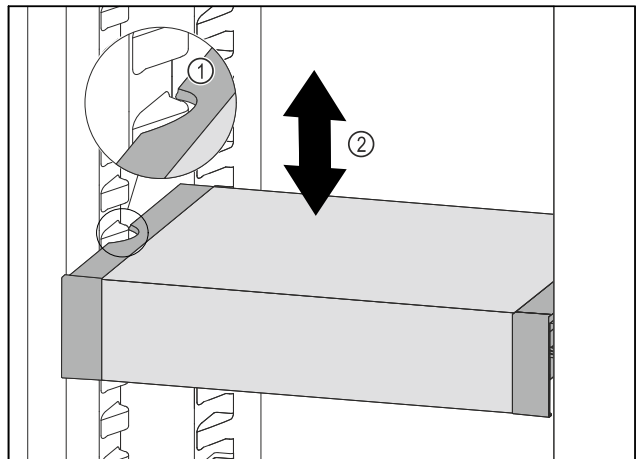

Fig. 204
du bac dans la partie réfrigérateur. Fig. 204 (1)
soit atteinte. Fig. 204 (2)